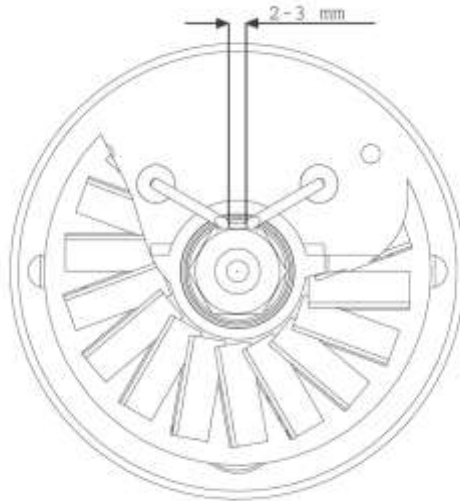

Fig .2
- Smontare il bruciatore pulendone le parti, pulire gli elettrodi e regolare la distanza al valore indicato in Fig.2.
• Controllare la posizione degli elettrodi e la loro distanza secondo lo schema Fig. 2